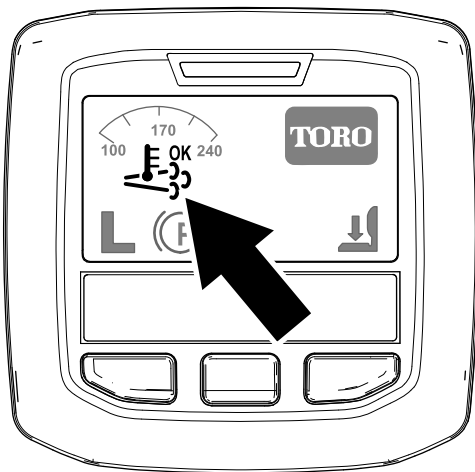

Figura 37
- Nell'InfoCenter viene visualizzata l'icona di rigenerazione assistita/ripristino (Figura 37).